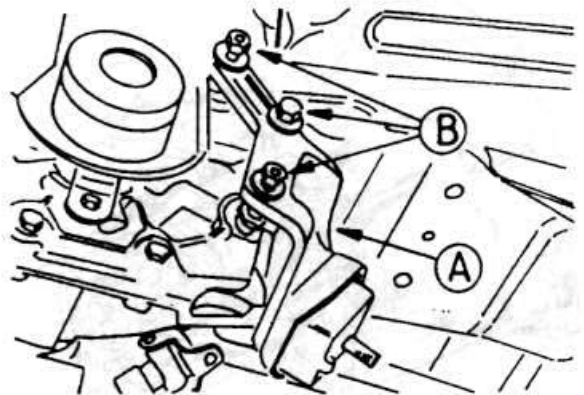

Рис. 3.10
- ◆ Опустите двигатель так низко, как это позволяет его подвеска. Отвинтите гайки задней подвески коробки передач (рис. 3.10).